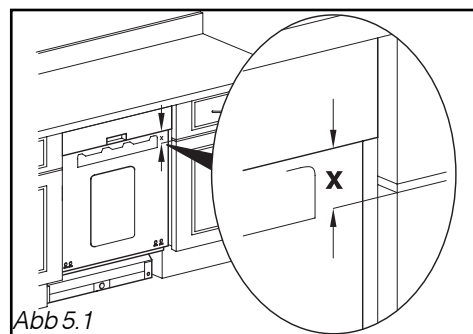
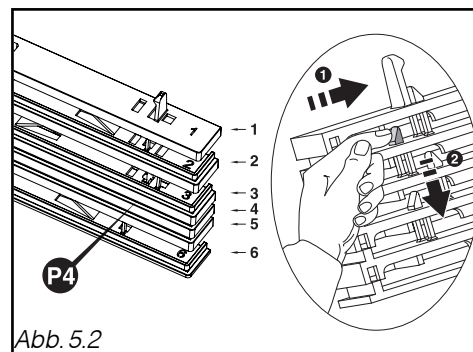

Abb. 5.1
Abb. 5.2
- Messen Sie den Abstand **X** zwischen der Unterseite der Leiste und der Oberseite der Tür des anliegenden Möbelements (Abb. 5.1). Ermitteln Sie die notwendige Anzahl der Aufsätze, die auf die Leiste zu klipsen sind, anhand der nachstehenden Tabelle (Abb. 5.2).